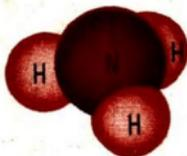

Abb. 8 Modell eines Ammoniakmoleküls
Ammoniakmoleküle sind auf Grund der Verteilung der Ladungsschwerpunkte im Molekül Dipole. Das Ammoniakmolekül hat die Form einer flachen dreiseitigen Pyramide (Abb. 8). Der negative Ladungsschwerpunkt befindet sich auf der Seite des Stickstoffatoms. Der positive Ladungsschwerpunkt befindet sich auf der Seite der Wasserstoffatome. ①